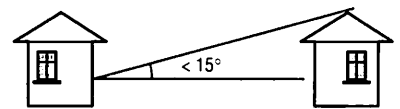

Fig. 5 : Ensoleillement niveau 2.
- **Niveau 2.** Vitrages sud dégagés. La maison est peu ombragée, les obstacles sont vus sous un angle inférieur à 15° (fig. 5).